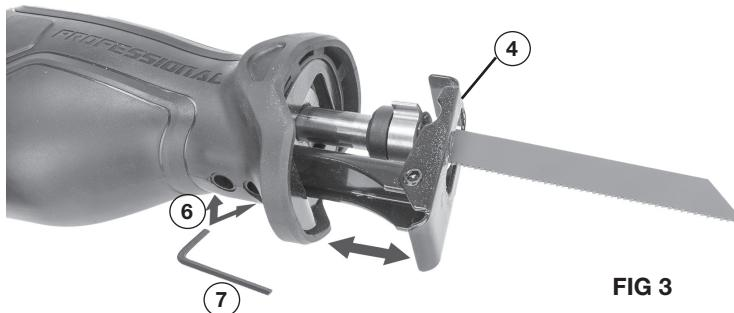

FIG 3
## AJUSTE DE LA PLATAFORMA FRONTAL (FIG 3)
configuraciones. Para realizar este ajuste, use la llave Allen incluida (7) para aflojar los 2 tornillos (6) en la parte inferior que sujetan la plataforma FIG 3. Coloque la plataforma en una de las dos configuraciones y luego vuelva a apretar los tornillos para fijar la plataforma frontal en su lugar.